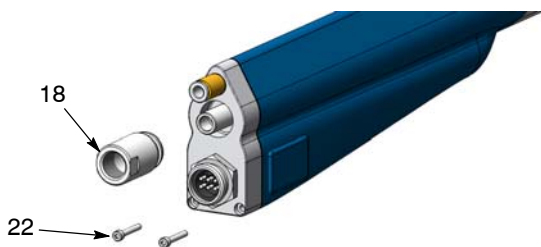
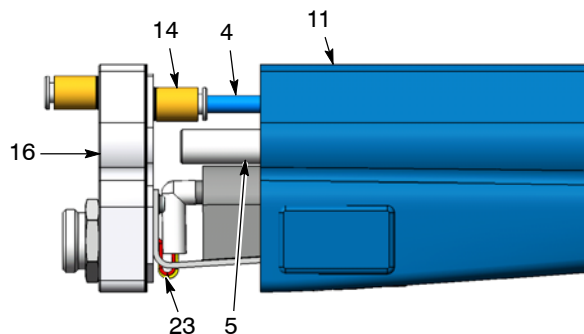

Рис. 36 Отворачивание винтов теплоотвода и стопорной гайки
Рис. 37 Вытягивание теплоотвода из корпуса
5. См. рис. 36. Вывернуть два винта (22) с помощью 2,5-мм ключа-шестигранника, а затем отвернуть стопорную гайку (18) с порошковой трубки.
6. См. рис. 37. Вытянуть теплоотвод (16) из корпуса (11) и отсоединить пневматическую трубку (4) от ниппеля (14).
- См. рис. 37. Подсоединить пневматическую трубку (4) к внутреннему ниппелю (14).
- Прижимая теплоотвод (16) к корпусу, одновременно вводить порошковую трубку (5) через теплоотвод. Следить, чтобы провода (23) не зажали между корпусом и теплоотводом.
- См. рис. 36. Навернуть стопорную гайку (18) на порошковую трубку и плотно затянуть. Не перетянуть гайку, иначе можно повредить пластмассовую резьбу на порошковой трубке.
- Поставить в теплоотвод два винта с внутренним шестигранником (22) и плотно затянуть винты.